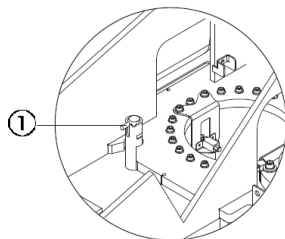

Figure 10-1 Goupille de verrouillage du plateau rotatif
- 6) Assurez-vous que le plateau rotatif a été verrouillé à l'aide du verrou rotatif avant le transport, comme illustré à la figure 10-1. Assurez-vous que le plateau rotatif est déverrouillé avant la mise en service.
- 1) À chaque fois que la machine est transportée, il faut verrouiller le plateau rotatif à l'aide de la goupille de verrouillage rotative prévue, comme illustré à la figure 10-1.